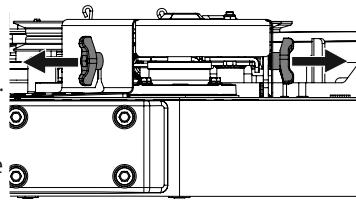

Figura 53
- Retire los tornillos mariposa hexagonales que sujetan las cubiertas de las correas a la plataforma. Consulte la Figura 53.